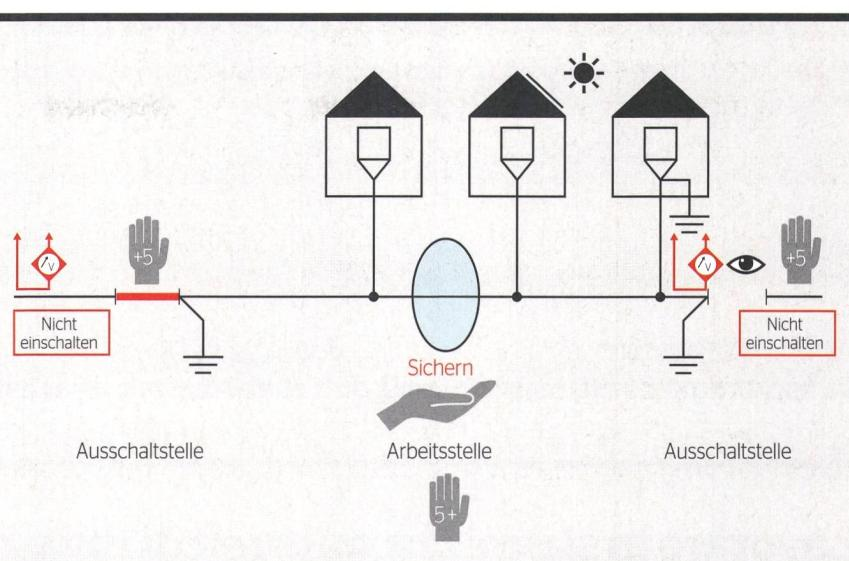

Bild 2 Arbeiten an einer Ringleitung mit Muffen.
- Handelt es sich um eine Ringleitung und sind am Kabel zusätzliche Verbraucher angeschlossen, ist das Leitungsstück beidseitig nach allen 5 Sicherheitsregeln freizuschalten und zu sichern (**Bild 2**). Zusätzlich muss das Arbeiten an der Arbeitsstelle nach den 5 lebenswichtigen Regeln vorbereitet werden.